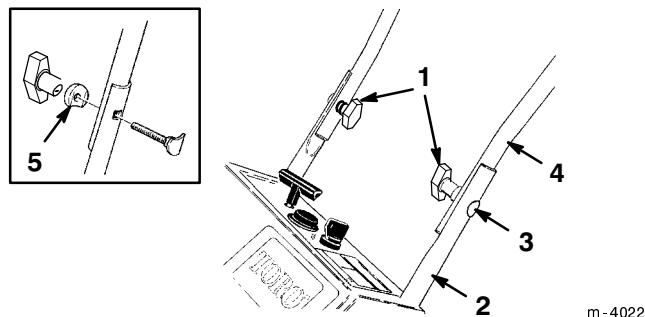

Figure 2
- Placez les extrémités de la partie supérieure du mancheron à l'intérieur de la partie inférieure, les trous en face les uns des autres (Fig. 2).
- Fixez la partie supérieure du mancheron à la partie inférieure à l'aide des boulons à tête fraisée bombée, des rondelles bombées et des boutons (Fig. 2).
Remarque : Veillez à bien aligner les boulons à tête fraisée bombée et les rondelles bombées (voir encadré à la Fig. 2).